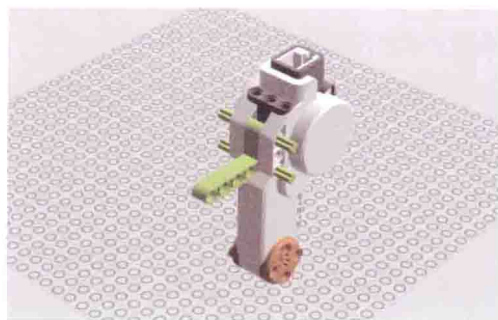

图 1-13
9. 接下来, 让我们开始处理绘画机器人的电动机。把两个 5M 轴滑动通过电动机的孔洞, 在你这样做的时候把一个 L 形柱握好 (见图 1-13)。